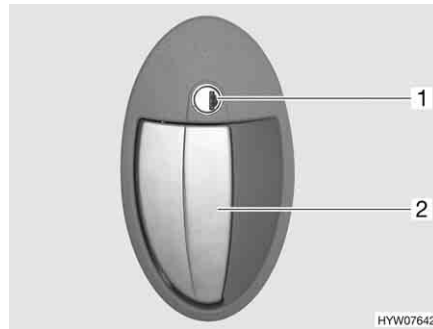

Fig. 26 Serratura della porta, lato esterno
- Inserire la chiave nel cilindro della serratura (Fig. 26,1) e ruotare in senso orario, fino a quando la serratura della porta si sblocca.
- Tirare la maniglia della porta (Fig. 26,2). La porta è aperta.
- Inserire la chiave nel cilindro della serratura (Fig. 26,1) e ruotare in senso antiorario, fino a quando la serratura della porta si blocca.